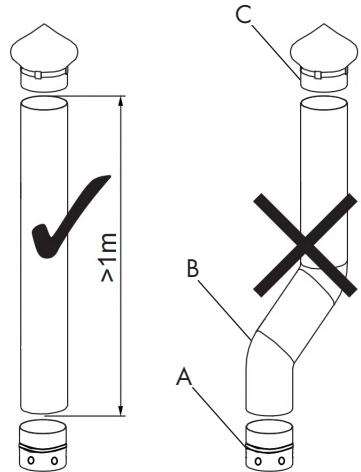

Fig. 9
För utomhusdrift eller drift i delvis slutna, välventilerade rum utan rökrör, montera en enkel rökrörsadapter på rökrörsanslutningen (A), se även bild 9